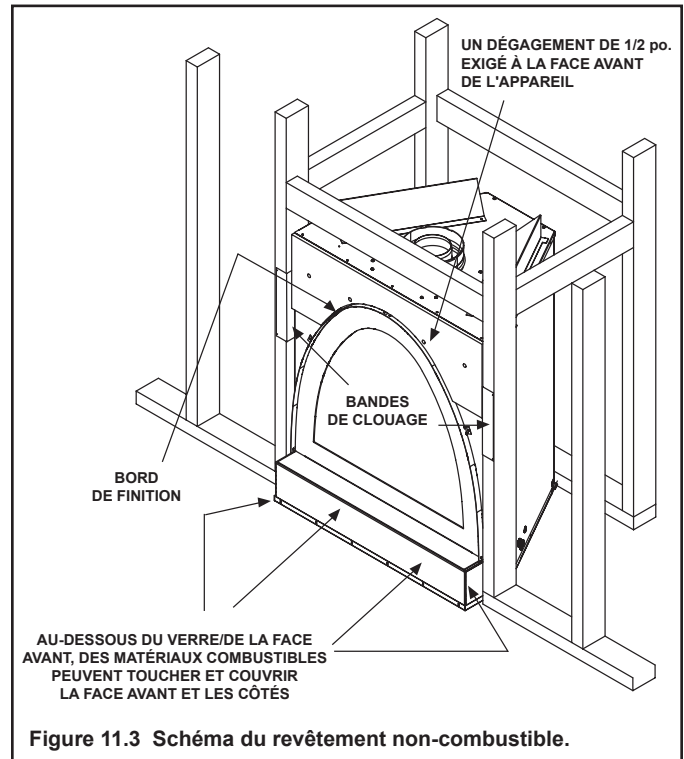

Figure 11.3 Schéma du revêtement non-combustible.
- Bandes de clouage trouvées dans la pochette du manuel ou dans les pochettes en carton à l'intérieur du colis. Installez les bandes de clouage en utilisant les vis sur les côtés supérieurs de l'appareil (voir Figure 11.3)